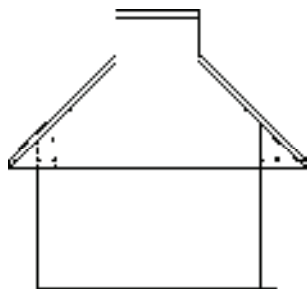

图 3-81 墙齐屋顶
3) 按〈Enter〉键，即可完成墙齐屋顶操作，结果如图3-81所示。